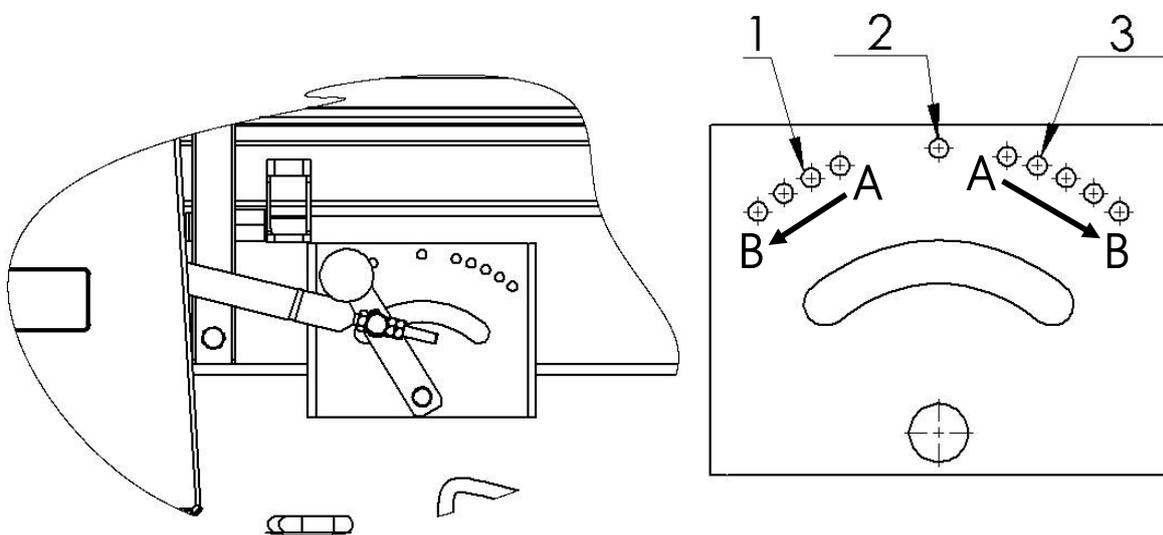

Abbildung 13. Einstellhebel des Kratzbodens.
- Die Vorschubgeschwindigkeit einstellen (Abb. 13). Es muss berücksichtigt werden, dass nur die ersten 3 für das Entladen
zuständigen Öffnungen (Pos.3, Abb. 13) zum Ausstreuen dienen. Die beiden letzten Öffnungen mit der größten Geschwindigkeit dienen zum Entladen, wenn der Miststreuer als selbstentladender Anhänger eingesetzt wird.